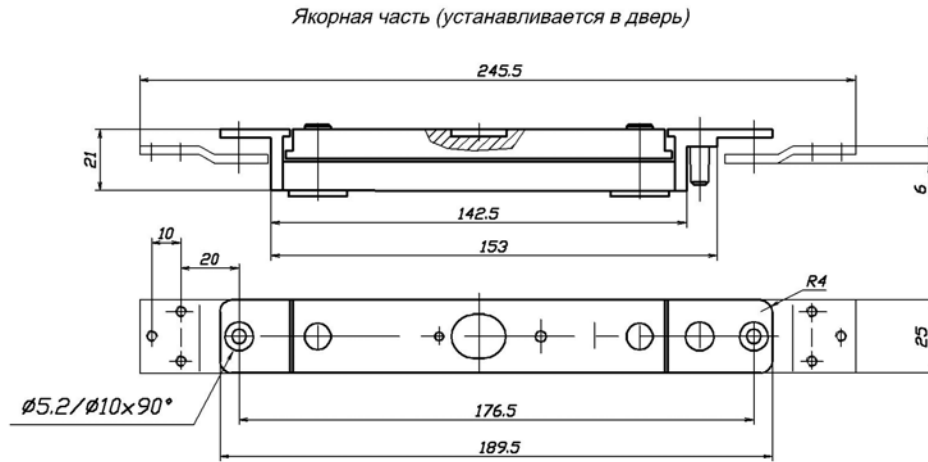
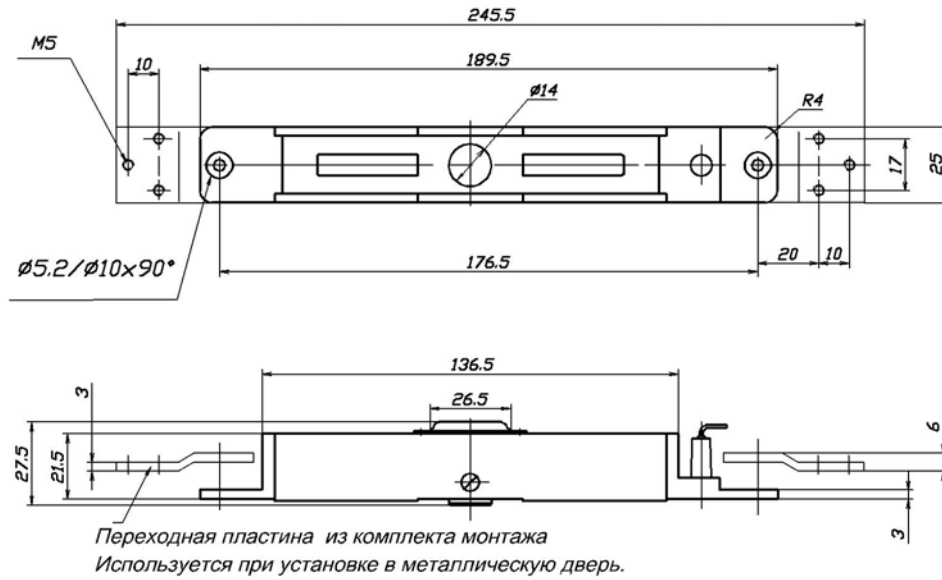

Рис. 2
Рис. 4
- 5.2 Толщина двери должна быть не менее 35 мм. Симметрично кромкам двери выполняется гнездо шириной 26 мм и глубиной не менее 24 мм с учетом габаритно-установочных размеров якорной части (см. рис. 2, 3). Крепление в двери выполняется двумя саморезами длиной не менее 12 мм. Аналогичное гнездо шириной 25 мм выполняется в дверной коробке с учетом габаритно-установочных размеров корпусной части (см. рис. 4, 5). Расположение гнезд друг относительно друга в продольном направлении (т.е. вдоль длинной стороны якорной части) должно обеспечивать точность совпадения выступа на корпусной части и гнезда якорной части в пределах  $\pm 2$  мм. В поперечном направлении (т.е. перпендикулярно полотну двери) расположение гнезд должно обеспечивать гарантированный люфт закрытой двери, т.е. подвижная пластина якорной части должна свободно, не касаясь стенок гнезда двери, перемещаться в пределах своего рабочего хода. При этом не должно происходить защемление подвижной пластины из-за влияния уплотнения двери, деформации дверного полотна, неточной навески петель и других факторов создающих «отдачу» двери при закрывании.